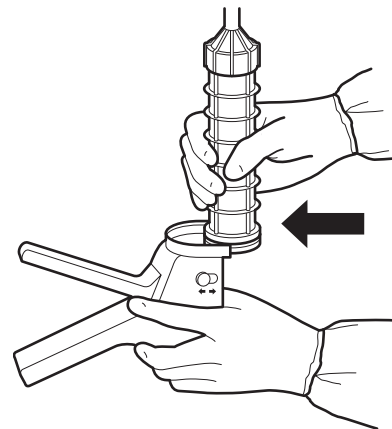

Abbildung 3
3. Eine volle Kartusche mit Applikationsdüse in den Kartuschenanschluss einlegen (Abbildung 3). Zum Füllen der Applikationsdüse die Zementpistole senkrecht halten und den Auslöser ziehen, bis der Knochenzement an der Spitze der Düse angekommen ist. Die Zementpistole ist jetzt zur Abgabe von Knochenzement bereit.